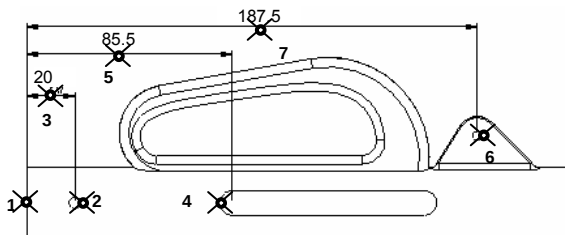

图 10.5.6 “公共参考” 尺寸标注
下面以图 10.5.6 所示的零件模型 body 为例, 说明在模型上创建草绘“公共参考”尺寸的一般操作过程。
Step2. 在 ▼ **ATTACH TYPE (依附类型)** 菜单中选择 **Midpoint (中点)** 命令, 单击图 10.5.6 所示的 1 点处。
Step3. 在 ▼ **ATTACH TYPE (依附类型)** 菜单中选择 **Center (中心)** 命令, 单击图 10.5.6 所示的 2 点处 (2 点在圆的弧线上)。
Step4. 用鼠标中键单击图 10.5.6 所示的 3 点处, 确定尺寸文本的位置。
Step6. 在 ▼ **ATTACH TYPE (依附类型)** 菜单中选择 **Center (中心)** 命令, 单击图 10.5.6 所示的 4 点处 (4 点在圆的弧线上)。
Step7. 用鼠标中键单击图 10.5.6 所示的 5 点处, 确定尺寸文本的位置。
Step9. 在 ▼ **ATTACH TYPE (依附类型)** 菜单中选择 **Center (中心)** 命令, 单击图 10.5.6 所示的 6 点处 (6 点在圆的弧线上)。
Step10. 用鼠标中键单击图 10.5.6 所示的 7 点处, 确定尺寸文本的位置。